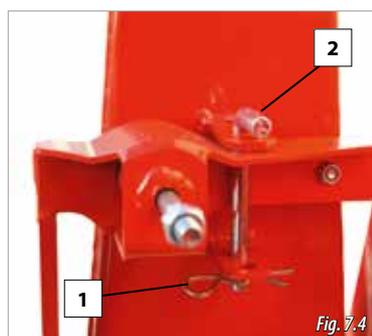

Fig. 7.4
- A. Poner el seguro (2, Fig. 7.4) y posteriormente poner el pasador (1, Fig. 7.4).